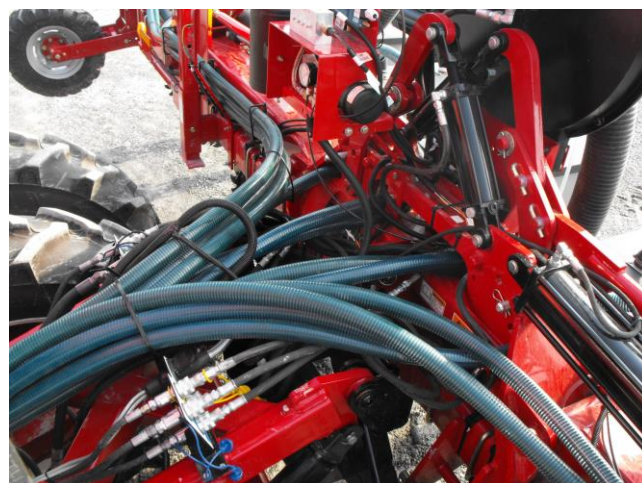

Figure 12M
11. Assurez-vous de bien fixer les boyaux afin qu'ils puissent bouger librement lors des différentes manœuvres de relevage et de repliage [Figure 12M].